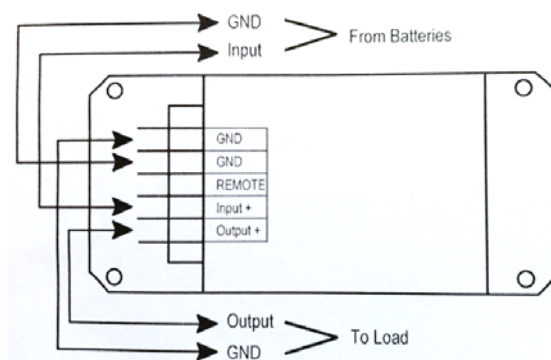

FIGURE 9
16. Utiliser le diagramme électrique montré dans la Figure 9 pour vérifier les connexions.